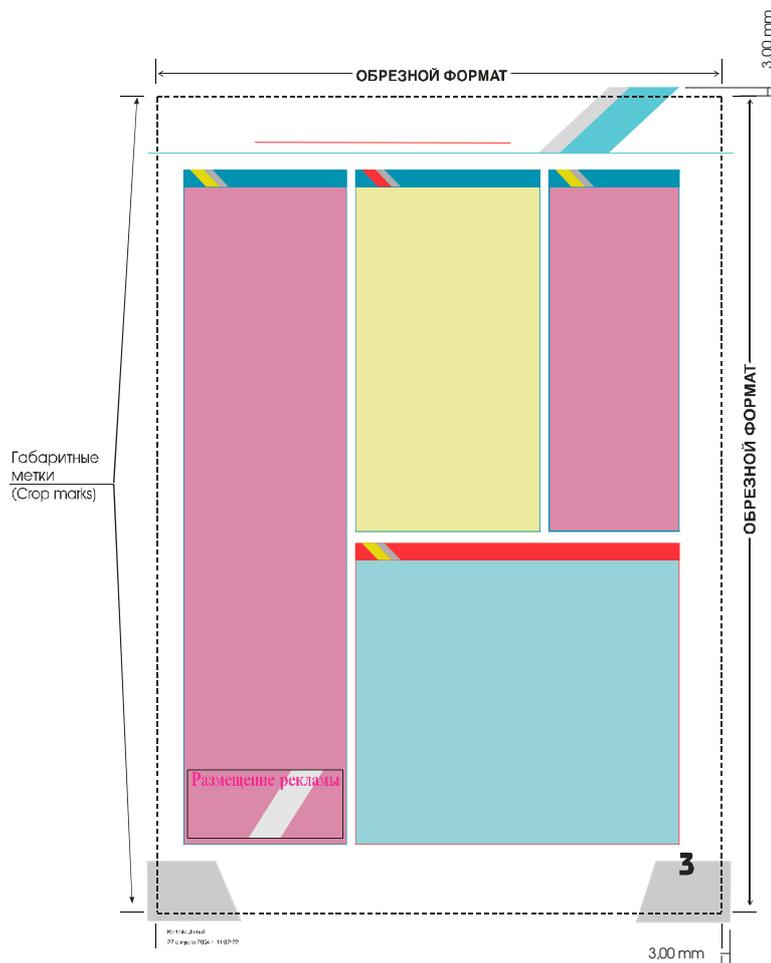

Рис. 1.
1.2. Все элементы, печатаемые в край листа, под обрез, должны иметь “вылет” за край обрезного формата (выход изображения за обрезной формат) – 3 мм (рис.1).